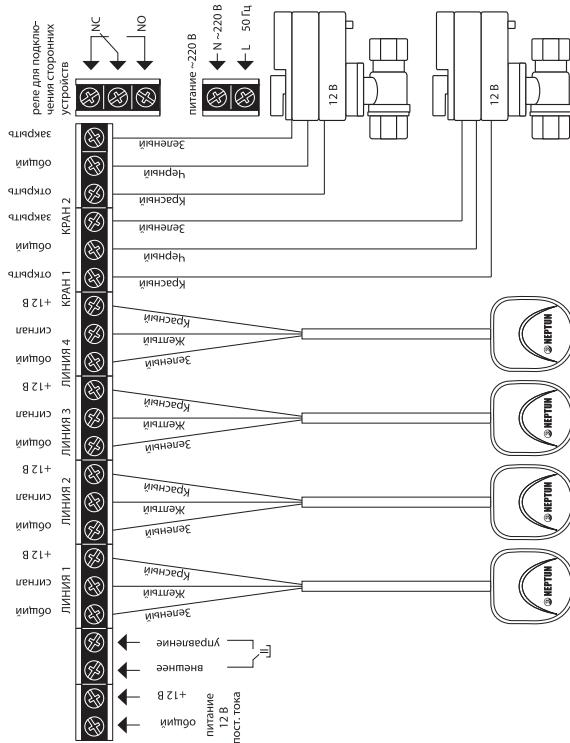
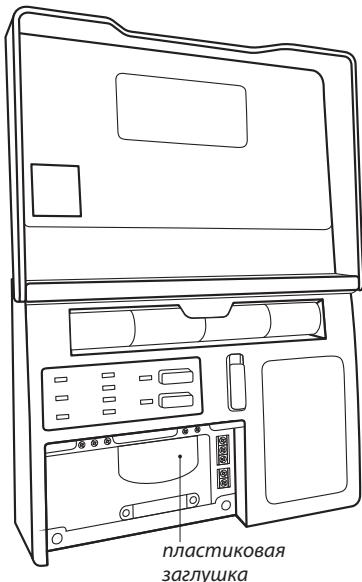

Рис. 3. Схема подключения кранов шаровых с электроприводом серии Neptun Bugatti Pro 12B к модулю управления Neptun ProW+
Рис. 6. Вид Модуля управления Neptun ProW+ изнутри с открытой крышкой коммутационного отсека
Модуль управления Neptun ProW+ имеет (см. рис. 3, 4, 5):
Подключение Прибора к сети электропитания переменного тока производите в строгом соответствии со схемой подключения (рис. 3, 4, 5), которая изображена на внутренней стороне крышки прибора.
3. Откройте крышку коммутационного отсека (рис. 6).
4. Выполните подключение датчиков типа SW, проводов электропитания и кранов с электроприводами в соответствии со схемами, изображенными на рис. 3, 4, 5. (в зависимости от типа подключаемых кранов с электроприводом). При необходимости, для ввода проводов в коммутационный отсек удалите пластиковую заглушку, расположенную в нижней части корпуса прибора при помощи отвёртки (рис. 6).